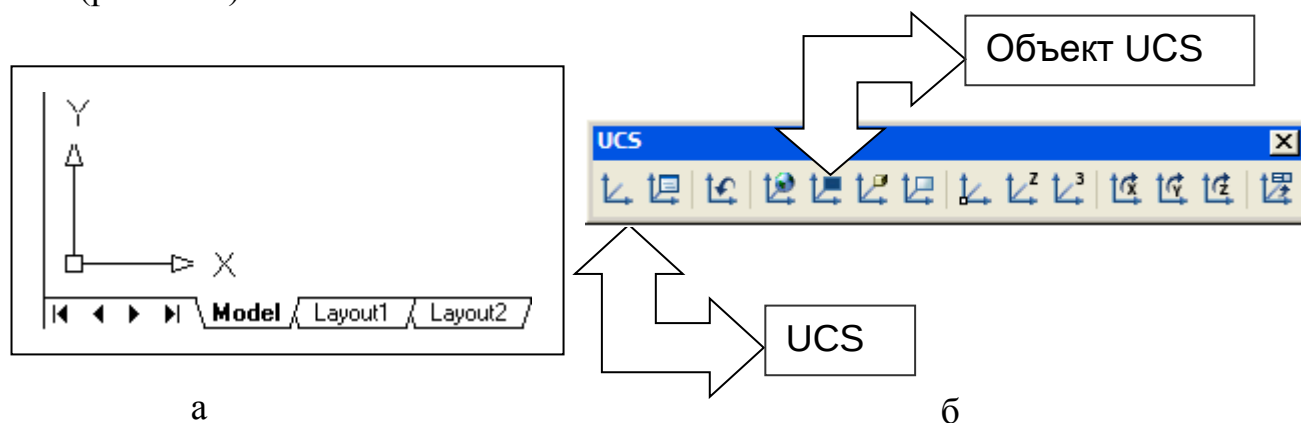
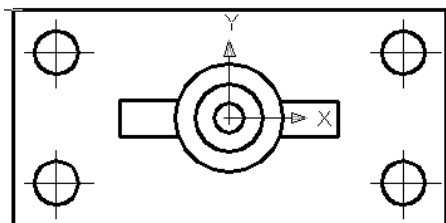
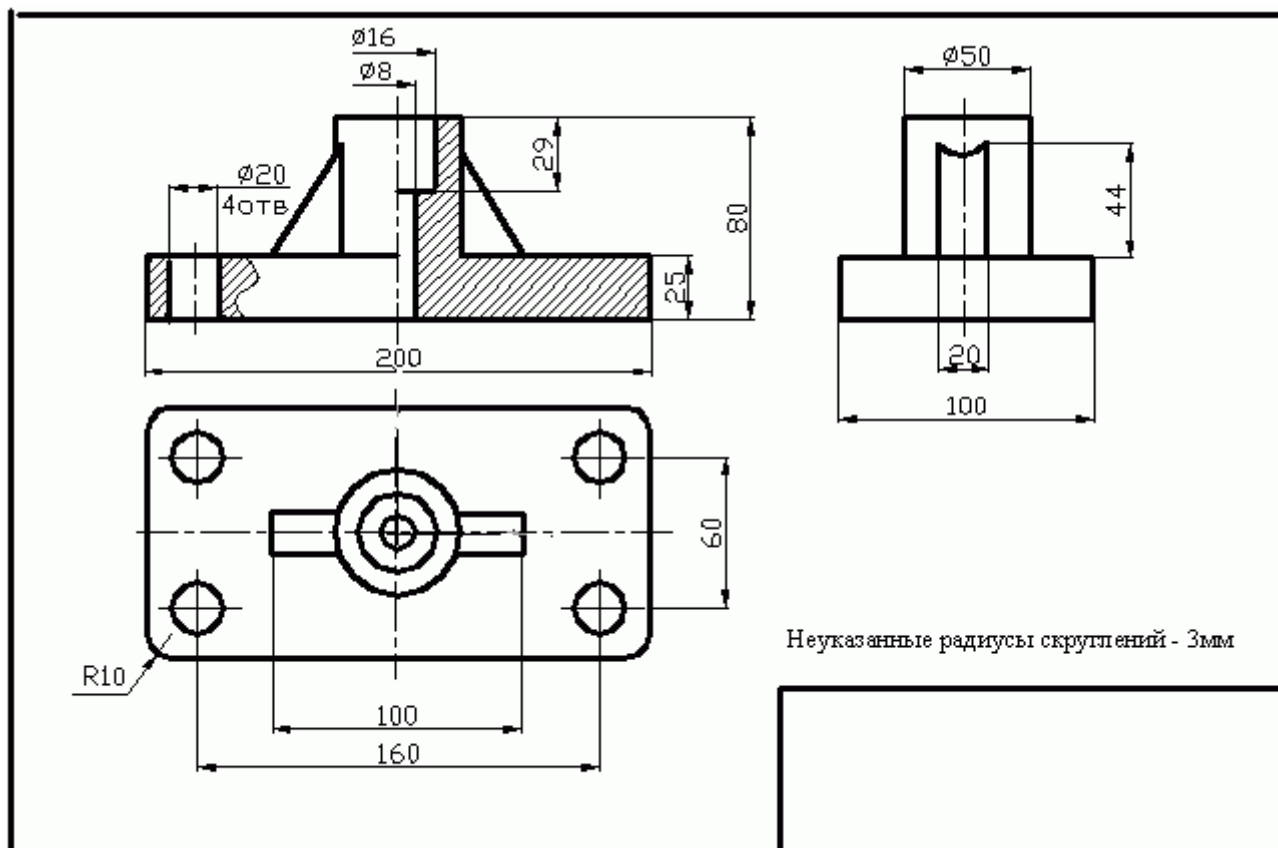

Рис. 4.1. Системы координат
Рис. 4.2. Положение пользовательской системы координат вида сверху
Рис. 4.8. Пример выполнения задания
Практическая работа: посвящена выполнению задания «Разрезы простые» (см. рис. 4.8).
Получение изображений видов задания «Разрезы простые» (см. рис. 4.8) при вычерчивании его элементов упрощается использованием ПСК. ПСК эта система координат, имеющая свое начало и свою ориентацию, что делает её более эффективной. В одном чертеже можно задавать и хранить произвольное количество ПСК. Для создания пользовательской системы координат необходимо
использовать команду – (**UCS**) **ПСК**, которая может быть введена кнопкой (см. рис. 4.1б):
На рис. 4.2 приведен пример задания ПСК при формировании изображения вида сверху предмета (см. рис. 4.8). При этом необходимо: 1 - ввести команду ПСК; 2 – задать опцию **N**; 3 – задать графическим курсором начало координат; 4 – задать две точки на положительной части системы координат. Пользовательская система координат может быть привязана к объекту. Для этого необходимо ввести команду **Object UCS (объект UCS)** - (см. рис.4.1б) или указать опцию **Object** при вводе символа **N** после ввода команды **UCS**. При этом необходимо указать точку на объекте (например, на окружности) графическим курсором. Центр ПСК при этом совместится с центром окружности (см. рис 4.2).
Практическая работа посвящена выполнению задания «Разрезы простые» (см. рис.4.8). Исходными данными является изображение главного вида и вида сверху детали в папке исходных данных к лабораторным работам. Работа выполняется в следующей последовательности:
- 4.5.3 Установить ПСК связанную с видом сверху (см. рис. 4.2);
- 4.5.4 Построить вид сверху по исходным данным (см. рис. 4.2);
4.5.7 Выполнить изображение штриховки на месте разреза. Выполнить местный разрез (см. рис. 4.8);